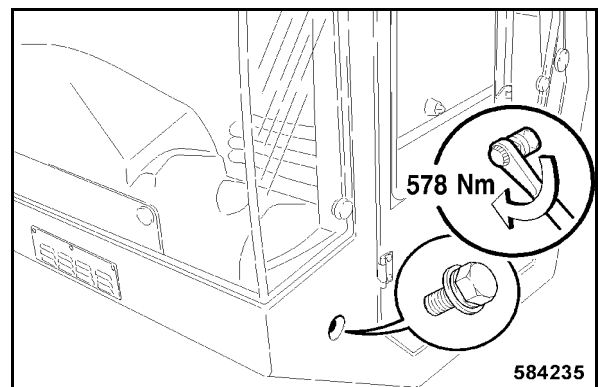

fig. 216
- Serrer la vis de fixation avant latérale gauche à un couple de 578 Nm (fig. 216).